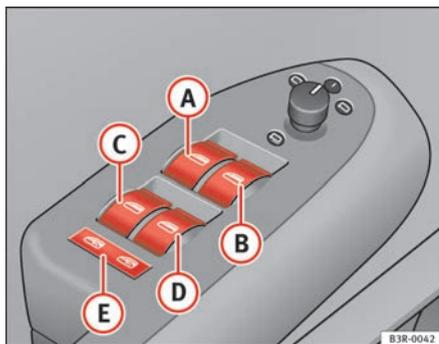

Fig. 78 Pormenor da porta do condutor: Comandos
- Ⓐ Comutador ⇒ fig. 78 para o vidro da porta do condutor
Com o interruptor de segurança ⇒ página 108, fig. 78 **E** podem desactivar-se os interruptores das portas traseiras. Só quando este interruptor está premido é que é possível subir e descer os vidros a partir dos bancos traseiros.